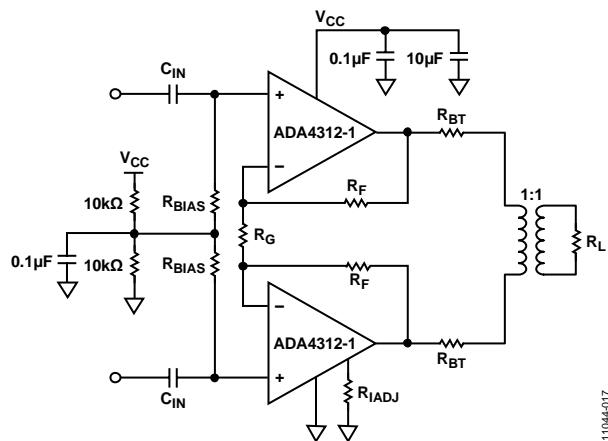

図 17. 代表的な G.hn アプリケーション回路
帰還抵抗値は、ADA4312-1 差動ライン・ドライバ・アーキテクチャで使用されている電流帰還アンプのクローズド・ループ帯域幅に対して直接影響します。表 5 に、一般的な差動ライン・ドライバ回路で使用される帰還抵抗値選択のガイドラインを示します(図 17 参照)。
コア・アンプの特許取得済みの入力ステージは、独立に動作するコア・アンプに対しては動作しません。ADA4312-1 の入力ステージは、図 17 に示す回路の様な差動アプリケーションでのみ動作するようにデザインされています。
G.hn PLC モデム、半二重または時分割多重 (TDD) のようなシステムでは、送信モードと高出力インピーダンス受信モードの間で切り替えられるライン・ドライバが必要です。ADA4312-1 にはシャットダウン・ピン (SD、ピン 9) があります。このピンはライン・ドライバの送信を停止させ、その間に出力を 10 kΩ と 2R_F + R_G の並列接続に等しい高出力インピーダンスへ切り替えます(図 17 参照)。このシャットダウン (SD) ピンは、標準 3.3 V CMOS ロジックと互換です。SD ピンをフローティングのままになると、内部プルアップ抵抗により出力がディスエーブルされて、高出力インピーダンス状態になります。SD ロジックは GND (ピン 4) 基準です。この GND は 0 V へ接続する必要があります。
図 17 に示すような单電源アプリケーションでは、動作ポイント (V_{MID}) を電源中央に設定する必要があります。V_{MID} を設定するときは、V_{CC} とグラウンドの間に 2 本の 10 kΩ 抵抗を使って抵抗分圧器を構成し、デカップリング用に 0.1 μF セラミック・チップ・コンデンサを使用します。V_{MID} デカップリング・コンデンサと R_{BIAS} 抵抗は、ADA4312-1 のできるだけ近くに配置します。
静止電流調整と送信信号の直線性(またはMTPR)との間にはトレードオフが存在することに注意してください。MTPR(Multitone Power Ratio)は、5 MHz、17 MHz、28 MHz、31 MHz、59 MHz、82 MHzでモニタされています。図18を使用すると、図17に示す回路でGhn信号を 40Ω 差動負荷で送信する際の、 R_{IADJ} 対MTPRおよび静止電流の性能低下を概算することができます。